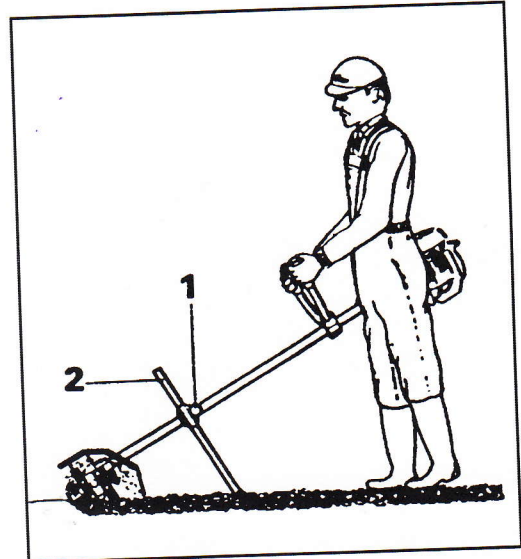

Fig. 4
**ВНИМАНИЕ!** - Указания по эксплуатации, регулировк и тхобслуживанию двигателя см. в **руководств по эксплуатации и тхобслуживаниюВашей мотококосы.** Почвоуглубитель (2, Рис.4) необходим для ргулировкиподачи и глубины вспашки. Правильная установка почвоуглубителя обспчивает полный контроль над машиной бз приложниия физических усилий
**ЭКСПЛУАТАЦИЯ (Рис.4):** подгонит рмнь к своему тлу (СМ. руководство по эксплуатации и тхобслуживанию мотококосы).Отргулируют высоту установки почвоуглубителя (2) с помощью ручки (1). Двигайтесь впрд маленькими шагами и прмщайт культиватор впрд-назад.
**UWAGA!** - Sposób użycia, regulacja oraz konserwacja są opisane w instrukcji obsługi i konserwacji kosi spalinowej. Nóż (2, Rys. 4) jest konieczny do sterowania pracą kultywatora oraz kontrolowania głębokości pracy. Dobra regulacja noża pozwala na całkowitą kontrolę urządzenia bez wysiłku.
**UŻYCIE (Rys. 4):** Dopasować pasy nośne do ciała (patrz instrukcja obsługi i konserwacji kosi spalinowej). Wyregulować wysokość noża (2) przy pomocy pokrętki (1). Posuwać się do przodu drobnymi krokami i przesuwając kultywator do przodu i do tyłu.